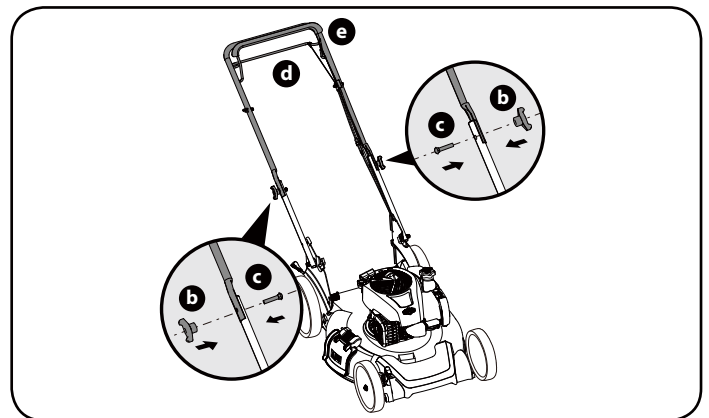

Figura 3
3. Despliegue la manija superior (d) y fíjela a la manija inferior usando 1 perilla (b) y 1 perno (c) en cada lado, asegurándose de que la barra de control de la cuchilla (e) esté orientada hacia arriba. (Figura 3)